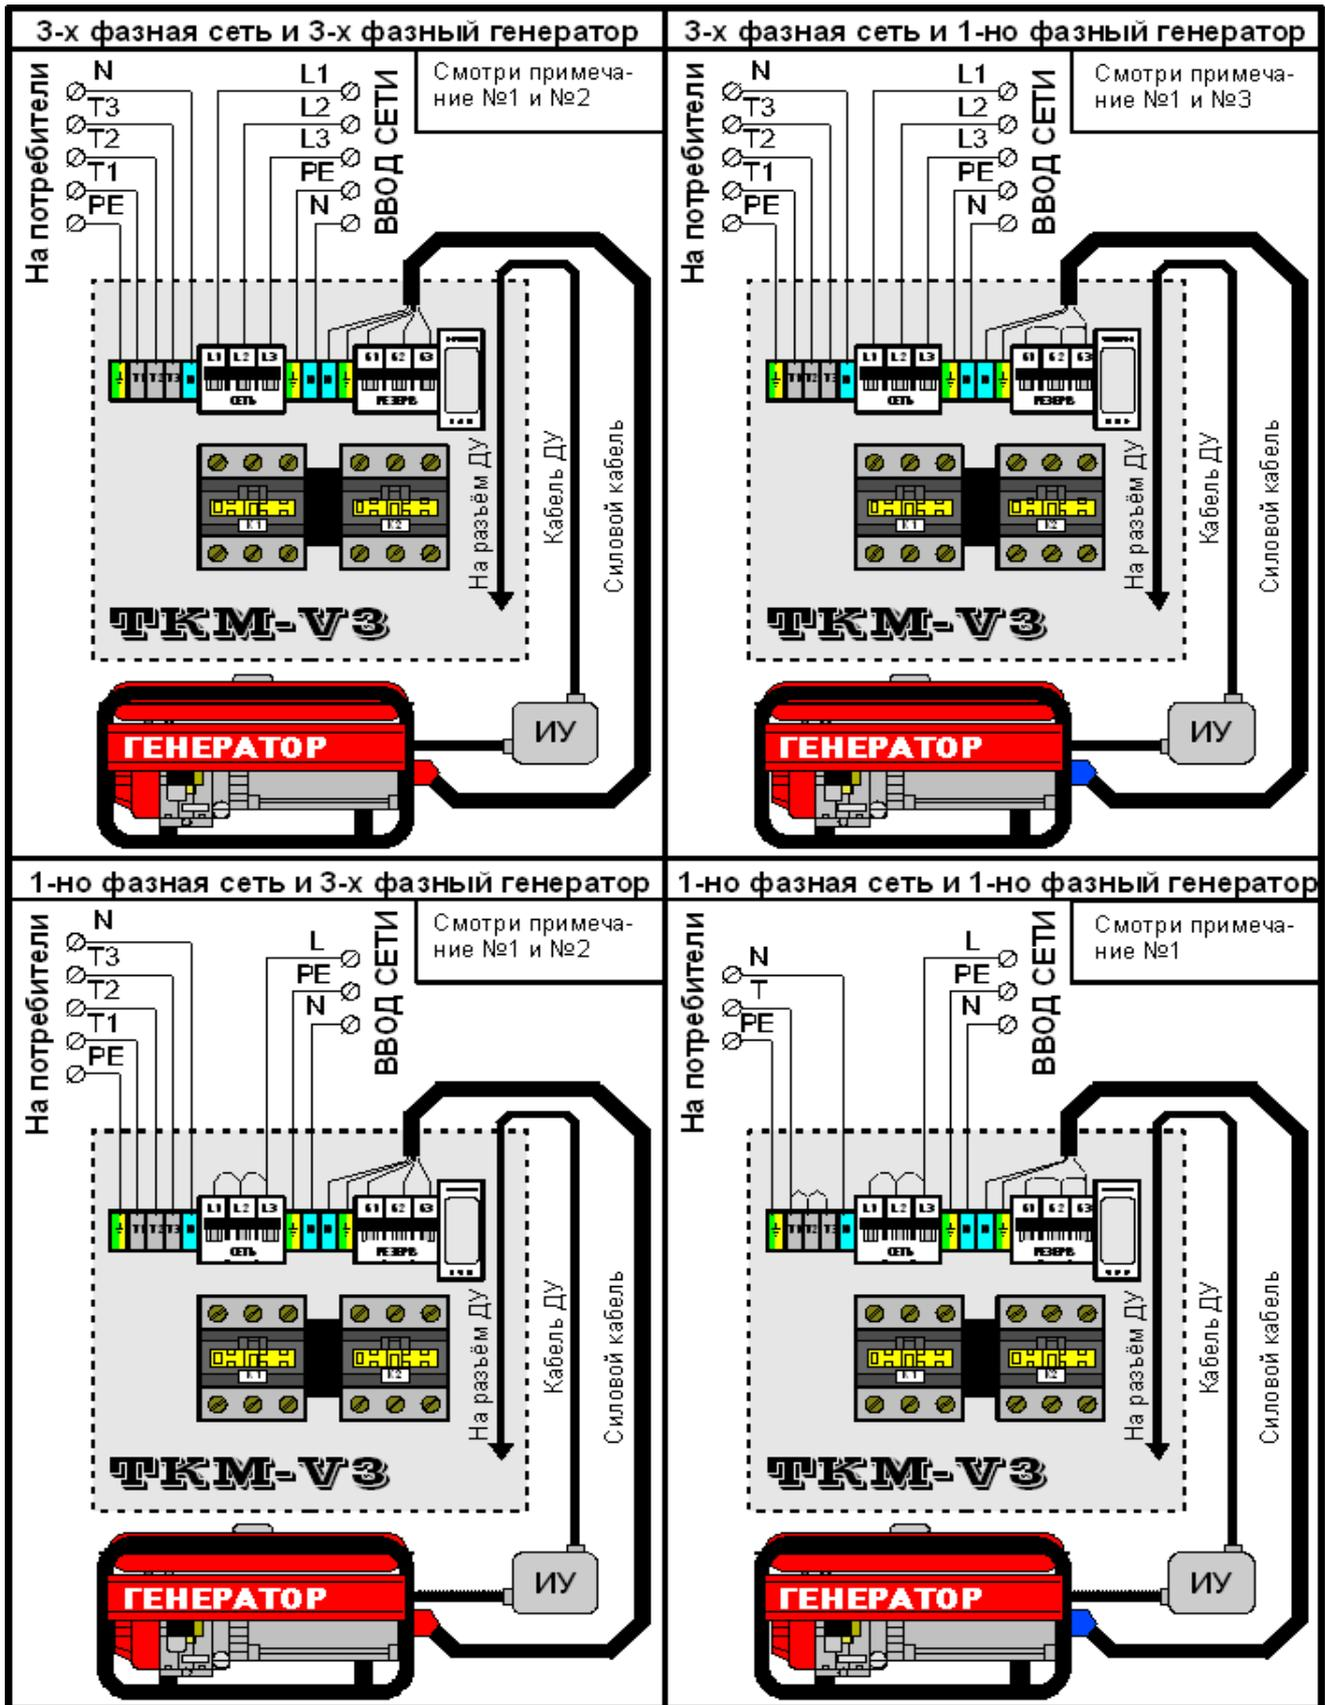

Рис.4. Варианты подключения силовых цепей блока ТКМ-V3.
11. Подсоедините резервируемую линию (потребители) и ввод сети. Выбор варианта подключения в зависимости от количества фаз показан на рис.4. **Обязательно подключите заземление!!!** Если производится подключение по варианту А (на рис.3), а линия заземления недоступна, произведите перекоммутацию провода заземления так, как показано на рис.5.
Примечания к рис.4: